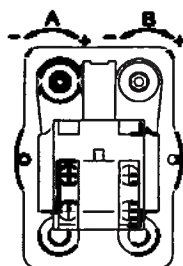

Рис. 7.26
- проверьте автомат давления и, если это необходимо, устраните обнаруженную неисправность (рис. 7.26). Снимите крышку с автомата давления. Для регулировки максимального давления вращайте винты "А" и "В". Вращение винтов по часовой стрелке увеличивает давление, вращение винтов против часовой стрелки уменьшает давление;